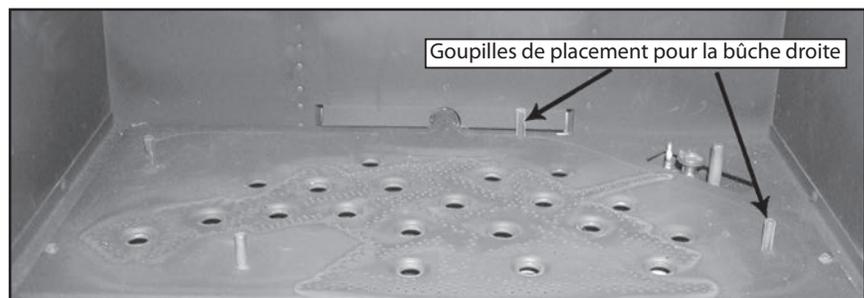

Figure 60: étape 1 du placement de journal
2. Placez la bûche mis dans le foyer. Localiser chaque journal en coin vers le bas sur les broches de support de plateau du brûleur. Suivre Figure 60 à Figure 67 pour le placement de bon journal.